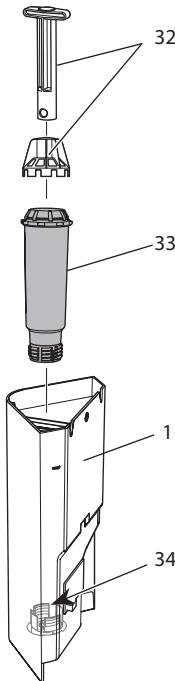

Fig. 18: Vissage/dévissage du filtre à eau
7. Mettre un nouveau filtre en place dans le réservoir d'eau (voir *Fig. 18*).
2. Retirer le filtre à eau (voir Fig. 18).